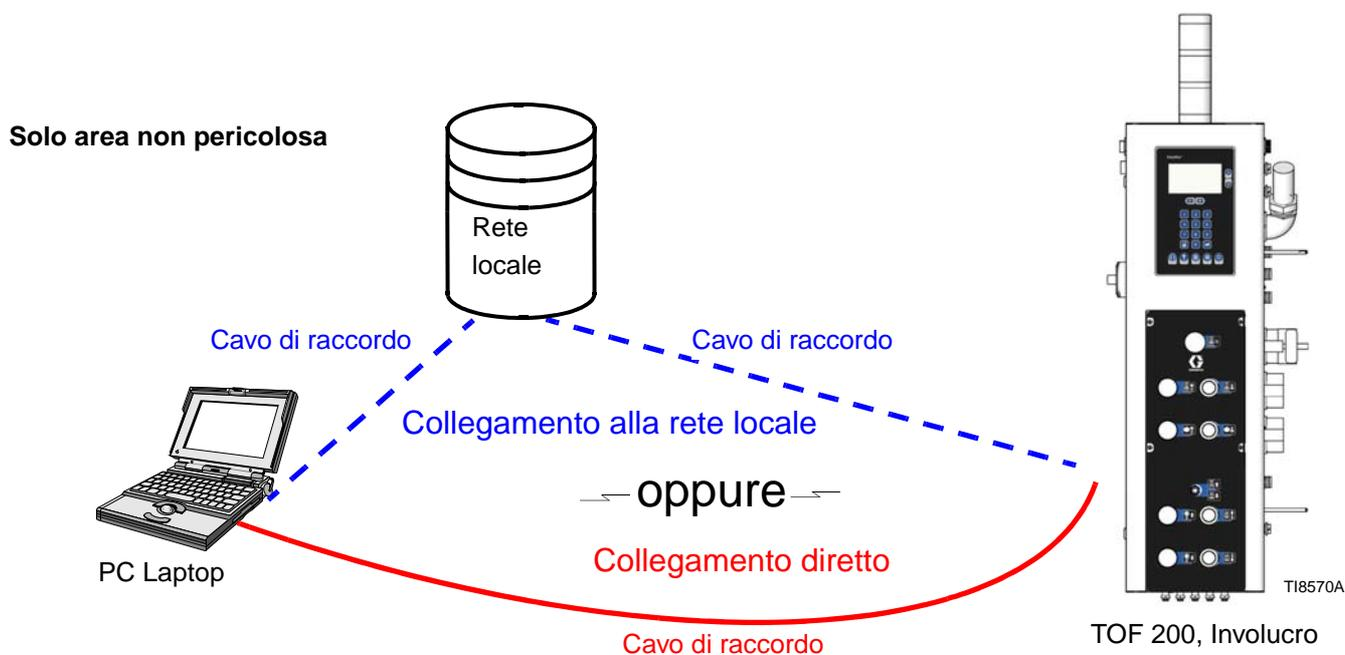

FIG. 30 Selezione di rete
- **Connessione alla rete locale** (più comune). Incrociare il cavo dalle prese della rete locale col collegamento dell'interfaccia web del TOF 200. Vedere FIG. 30 e pagina 85.
- **Connettere direttamente** al TOF 200 il cavo del commutatore dalle prese del PC nella connessione interfaccia web TOF 200. Vedere FIG. 30 e pagina 88.